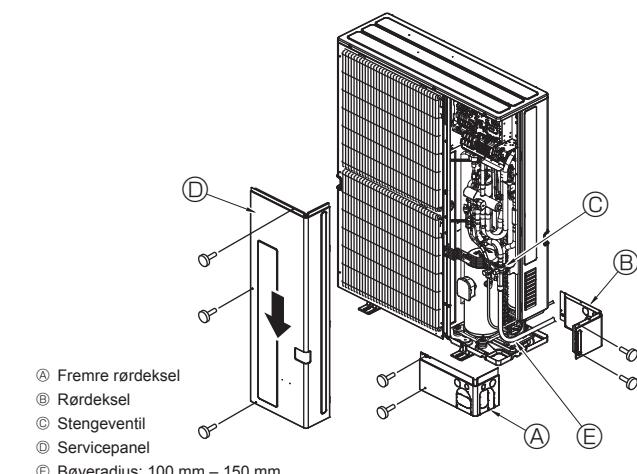

Fig. 4-10
4.5. Kjølemiddelrør (Fig. 4-10)